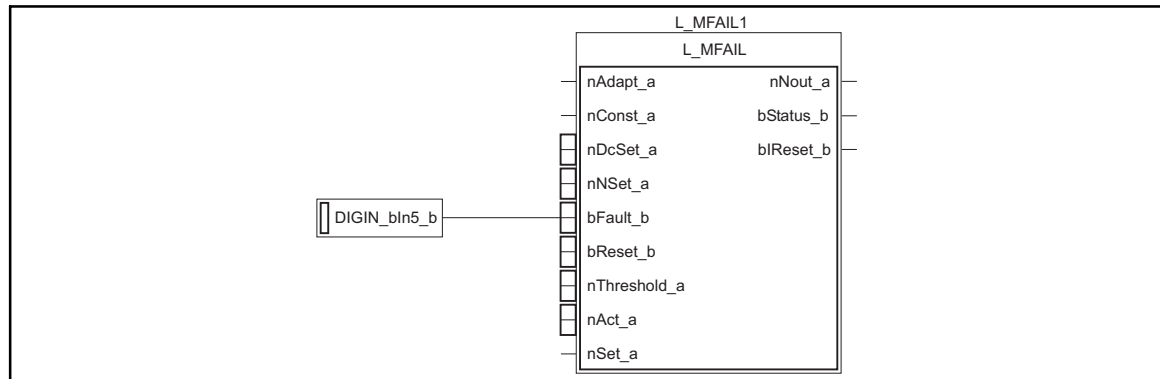

Abb. 2-8
Programmieren des Beispiels in Abb. 2-8:
- Setzen Sie die Signalverknüpfungen gemäß Abb. 2-8